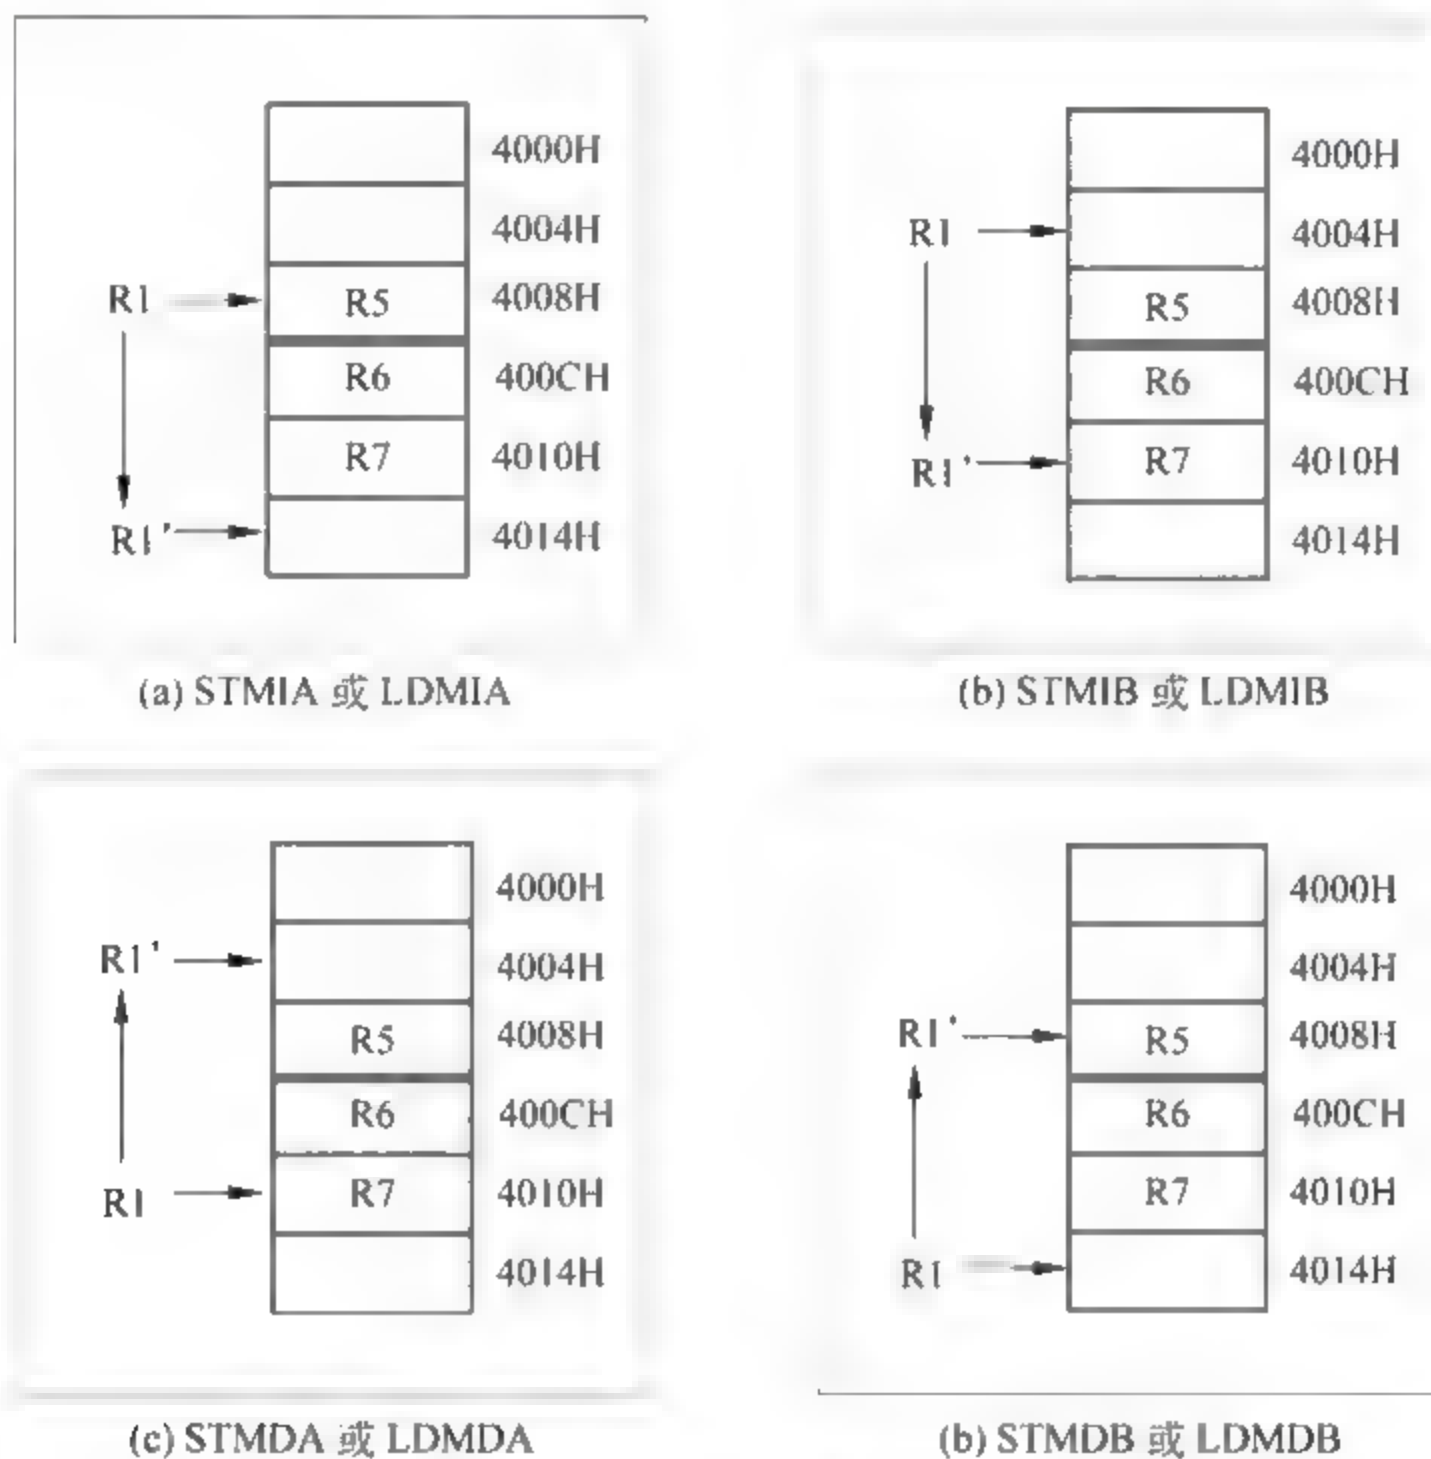

图 3-5 批量加载和批量存储指令中的地址模式
- IA(Increment After)意味着在每一次访问之后地址递增,如图 3-5(a)所示。
- IB(Increment Before)意味着每一次访问之前地址递增,如图 3-5(b)所示。
- DA(Decrement After)意味着每一次访问之后地址递减,如图 3-5(c)所示。
- DB(Decrement Before)意味着在每一次访问之前地址递减,如图 3-5(d)所示。